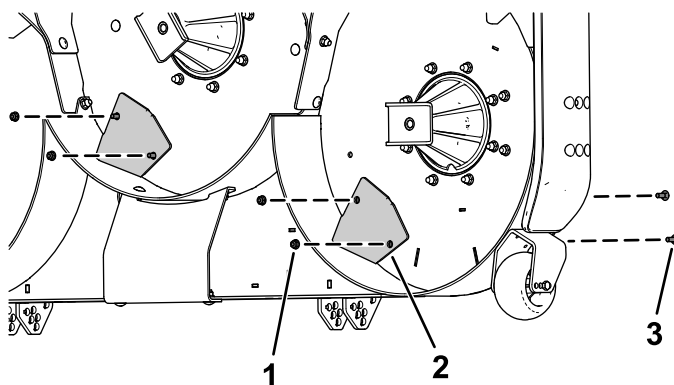

Figura 5
2. Prenda os 2 tirantes na plataforma do cortador utilizando 4 parafusos de carroçaria (5/16 pol. x 7/8 pol.) e 4 porcas flangeadas (5/16 pol.), como se mostra na Figura 5.